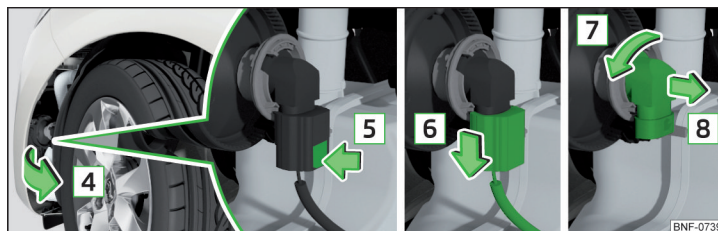

Fig. 177 Udskiftning af pære
- Klap hjulkassebeklædningen op i pilens retning **4** » Fig. 177.